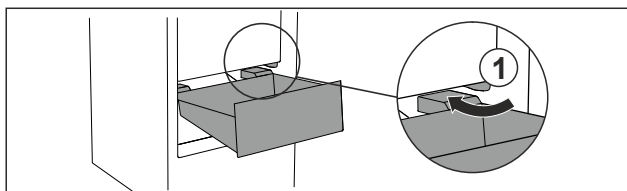

Fig. 94
- Prevedte zásuvku šikmo okolo záračok Fig. 94 (1).